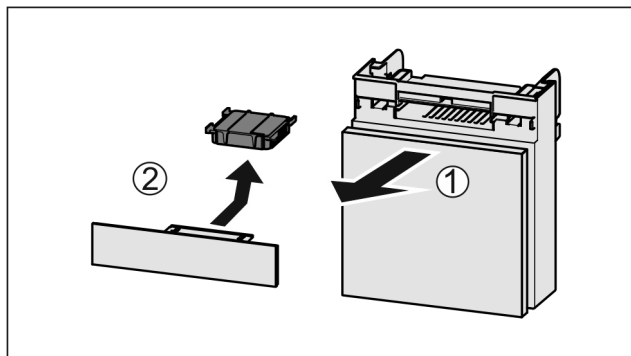

Fig. 54
- ▶ Zásuvku vytáhněte dopředu Fig. 54 (1).
- ▶ Filtr s aktivním uhlím vyjměte Fig. 54 (2).